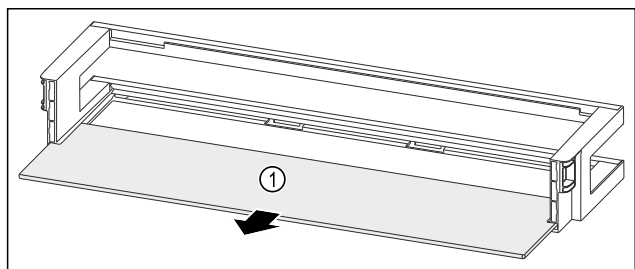

Fig. 247 Polica u vratima s policom za odlaganje
- Izvadite policu Fig. 247 (1).